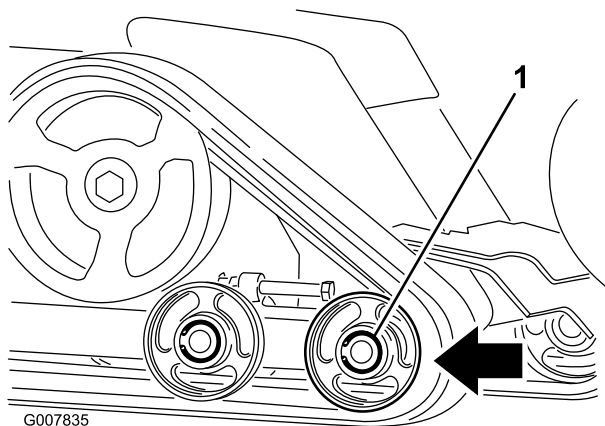

Figura 50
6. Spingete indietro la ruota anteriore non motrice quanto più possibile (Figura 50).
8. Dopo avere liberato il cingolo dalla ruota non motrice, toglietelo dalla macchina (Figura 50).
9. Avvolgete il nuovo cingolo iniziando dalla ruota conduttrice e controllando che i denti del cingolo si posizionino tra i distanziali della ruota stessa (Figura 50).
10. Spingete il cingolo sotto le ruote non motrici (Figura 50).